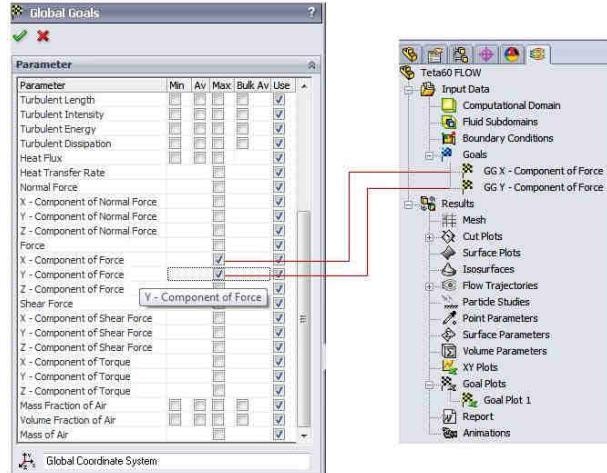

Fig. 15.14
- Pentru criteriile de convergență **X - Component of Force** și **Y- Component of Force** este posibilă selecția sistemului de coordinate (**Coordinate system**) în care criteriile să fie calculate; în aplicația prezentă se va utiliza sistemul de coordinate implicit **Global Coordinate System**. Click **OK**. Noile criterii: **GG X - Component of Force 1** și **GG Y - Component of Force 1** vor apărea în arborele analizei de curgere, fig. 15.14.
- For the **X - Component of Force** and **Y- Component of Force** goals, it is possible to select the **Coordinate system** in which these goals are calculated; in this application the default **Global Coordinate System** meets the task. Click **OK**. The new **GG X - Component of Force 1** and **GG Y -Component of Force 1** items appears in the Flow Simulation Analysis tree, fig. 15.14.